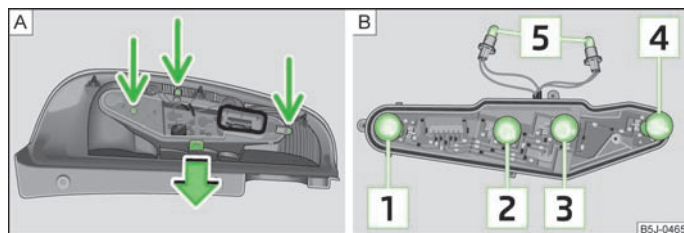

Fig. 152 Desmontaje de la parte central de la luz/asignación de bombillas
Asignación de bombillas en la luz posterior » fig. 152.
- Para alcanzar las bombillas, desenroscar la parte central de la lámpara y presionar el enclavamiento » fig. 152 - [A].
- Extraer la bombilla defectuosa [1], [2], [3] o [4] » fig. 152 del portalámparas e introducir una bombilla nueva.